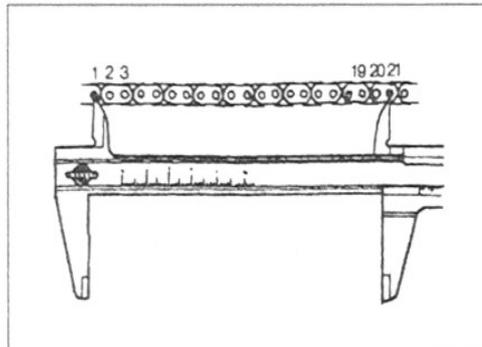

Bild 141
-  Mit Haarlineal Zylinderkopf, Zylinderdichtfläche und Zylinderkopfdeckel in mehreren Richtungen auf Verzug prüfen (Bild 141); Verschleissgrenze 0,05 mm.